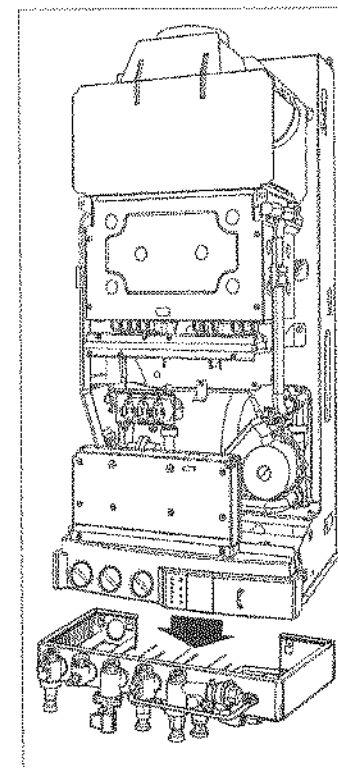

Fig. 10
- Présenter la chaudière au dessus de la barrette, la laisser descendre en appui sur celle-ci (fig. 10).